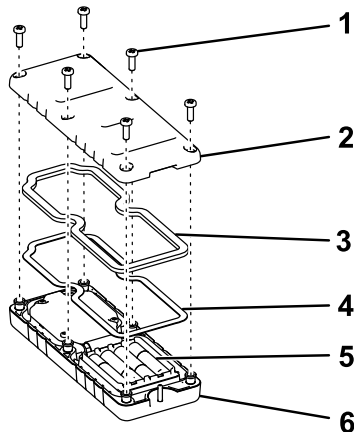

Figura 40
1. Remova os 6 parafusos da parte traseira do controlo remoto e retire a tampa (Figura 40).
5. Recoloque a tampa e fixe-a com os 6 parafusos removidos anteriormente (Figura 40), apertando-os com um binário de 1,5 a 1,7 Nm (13 a 15 in-lb).